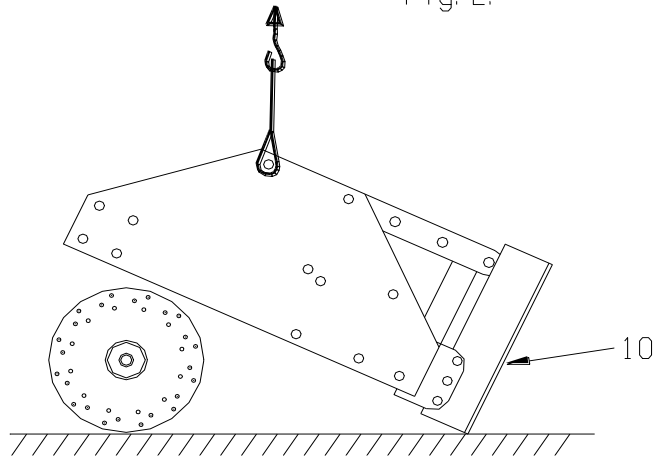

Fig. 3.
6. Ponownie powoli unieść maszynę, patrz rys.3, aż wirnik będzie można wysunąć.